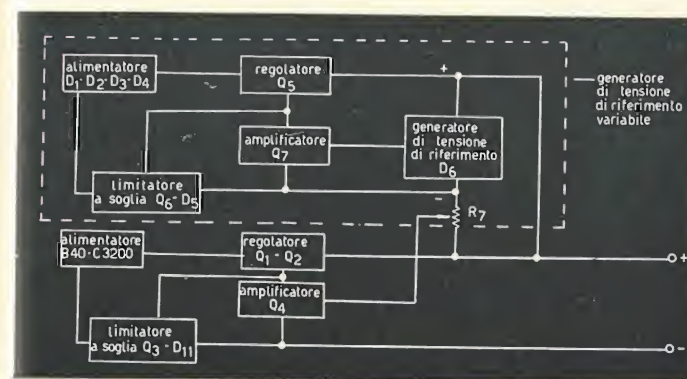
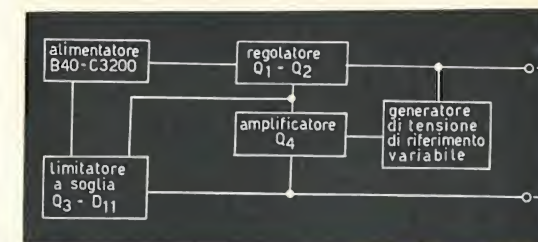

figura 2B
figura 2A
Lo schema a blocchi completo (figura 2B) mostra anche i dettagli del generatore di tensione di riferimento variabile, che è costituito da un secondo alimentatore stabilizzato (erogante bassa corrente di uscita) (2) in tutto simile al primo. Anche questo secondo alimentatore stabilizzato in formato ridotto è dotato di uno stadio regolatore in serie, di uno stadio amplificatore, di uno stadio di protezione e di uno stadio generatore di tensione di riferimento fissa (a 20 V).
(1) cq elettronica, 1/70, pagine 65-73.
(2) La massima corrente di erogazione di questo secondo alimentatore stabilizzato è di circa 80 mA.
Nelle figure 2A e 2B è schematizzato il circuito a blocchi. In particolare in figura 2A è indicato lo schema a blocchi globale mentre in figura 2B è indicato lo schema a blocchi particolareggiato.
Come si può notare dall'osservazione di questi schemi si tratta di un alimentatore stabilizzato con regolazione in serie (Darlington BFY51-2N3055), con uno stadio amplificatore per il pilotaggio del regolatore e con uno stadio di protezione contro i cortocircuiti a soglia regolabile (figura 2A). Completa il circuito uno stadio generatore di tensione (stabilizzata) di riferimento variabile.